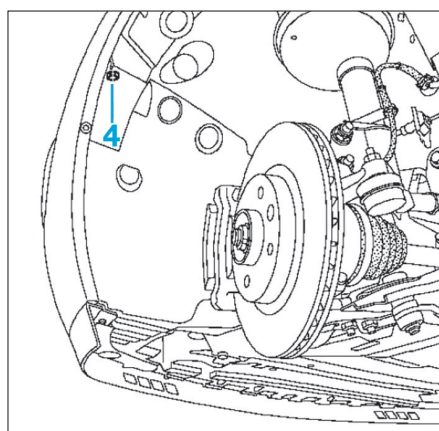

Fig. 3
- les vis de fixation des écrans pare-boue avant droit et gauche (3) sur le bouclier avant.
- les vis de fixation latérale (4) du bouclier (Fig.3).